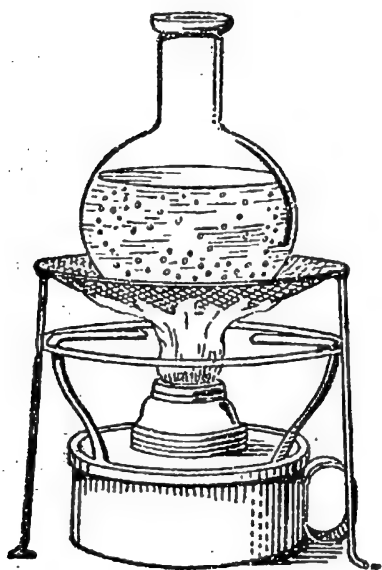

Fig. 2. — Des bulles d'air se dégagent de l'eau chauffée.
**1. Chauffons de l'eau.** — Remplissons à moitié d'eau un ballon de verre ou, à défaut, une casserole, et chauffons. En regardant attentivement l'intérieur de la paroi du ballon ou de la casserole, nous y voyons bientôt apparaître de petites bulles grosses à peine comme une tête d'épingle (*fig. 2*); quelques-unes se détachent et s'élèvent à travers le liquide. On a pu les recueillir et l'on a constaté que ce sont des bulles d'air. L'eau du puits, de la fontaine ou du robinet contient donc de l'air qui s'en échappe quand on la chauffe. Cet air y est invisible : il est *dissous* dans l'eau.